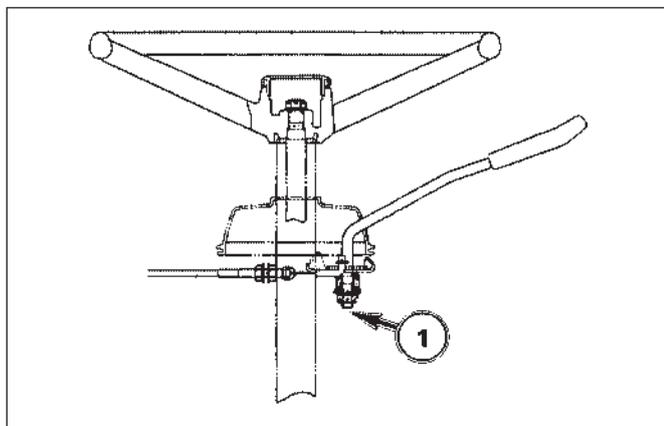

FIG. 6-30
**FIG. 6-30:** Le levier d'accélération doit rester à la position choisie par le conducteur. Lors d'une utilisation normale, la friction du levier diminue, et celui-ci peut quitter la position sélectionnée. Tournez l'écrou de réglage, 1, si nécessaire pour maintenir le levier d'accélération à la position choisie.